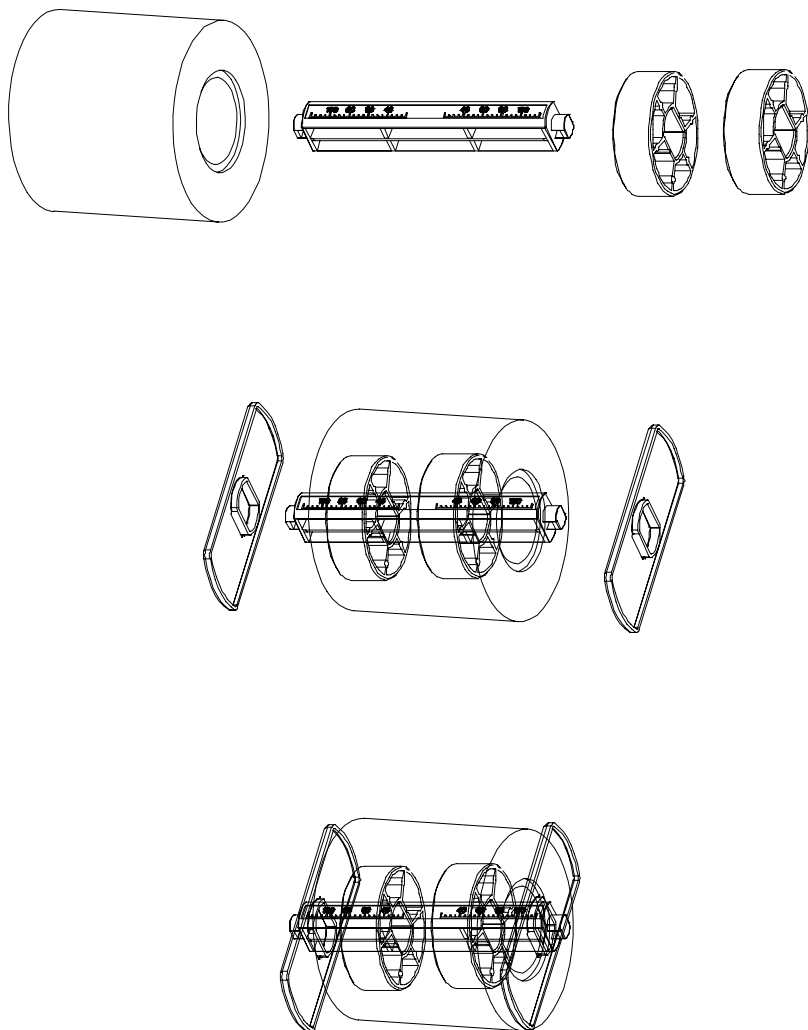

图 6-2
3. 把纸卷套入纸卷轴（如果是 3 英寸大纸芯的纸卷，请套入纸卷轴套筒）（图 6-2）；